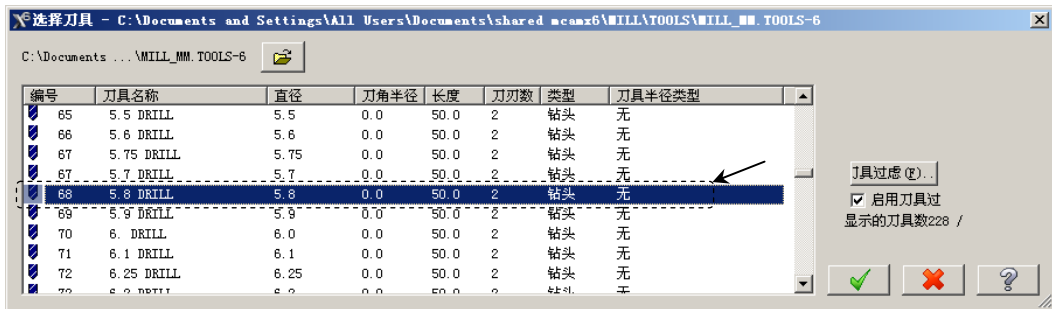

图 16.10 “选择刀具”对话框
Step4. 选择刀具。在“2D 刀具路径 - 钻孔/全圆铣削 深孔钻-无啄孔”对话框中单击 **选择刀具** 按钮，系统弹出“选择刀具”对话框，在该对话框的列表框中选择图 16.10 所示的刀具。单击 按钮，关闭“选择刀具”对话框，系统返回至“2D 刀具路径-钻孔/全圆铣削 深孔钻-无啄孔”对话框。